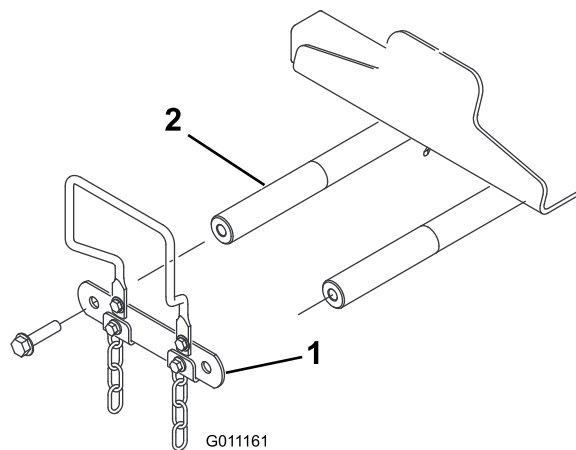

Figura 10
1. Retire los 2 pernos que fijan la pletina de unión de los ejes pivotantes de los brazos de elevación a los ejes pivotantes de los brazos de elevación, y retire y guarde la pletina de unión y los pernos (Figura 10).